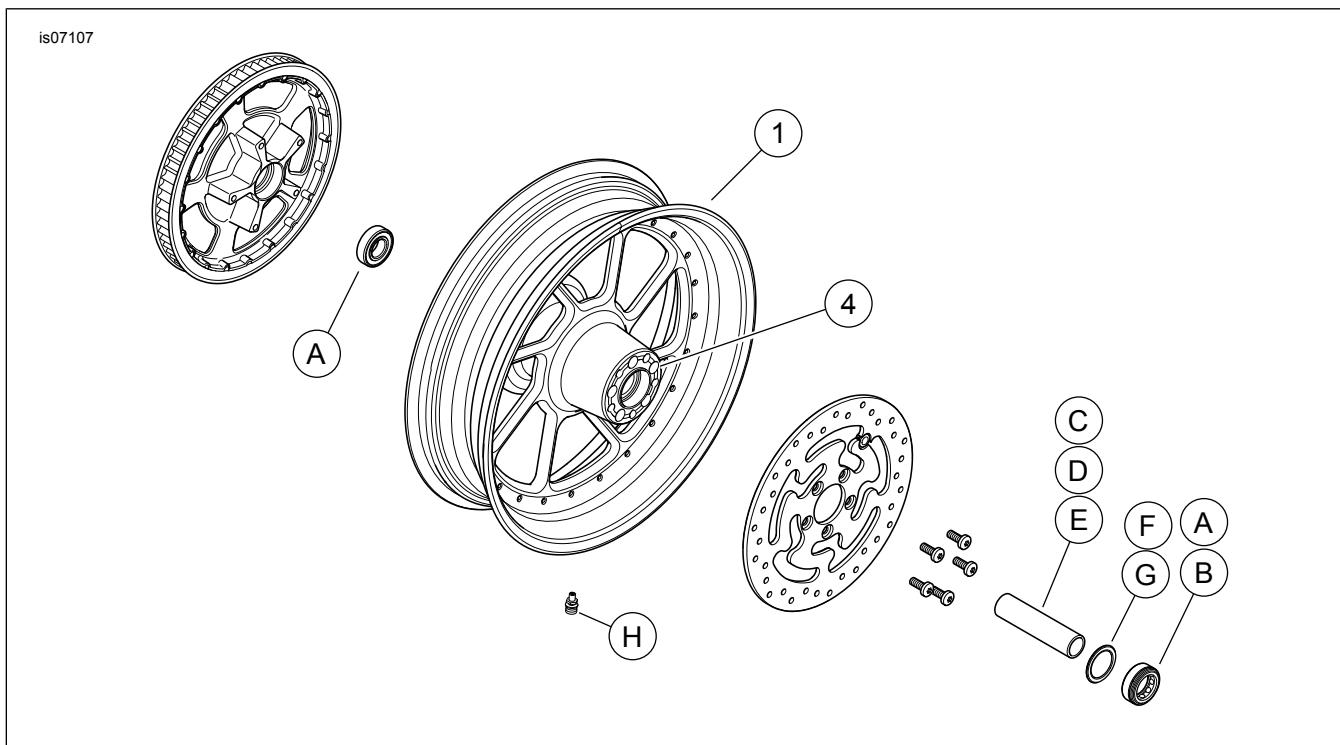

Figure 1. Pièces détachées : Roues arrière Road Winder
Voir Figure 1 et les tableaux des pièces détachées.
2. Voir Figure 1. Installer l'ensemble de tige de soupape (H) sur la roue. Voir le manuel d'entretien.